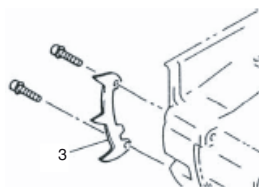

Fig. 2
* Si vous devez monter la griffe (3), montez la griffe (3) sur l'appareil à l'aide des deux vis. (Fig. 2)